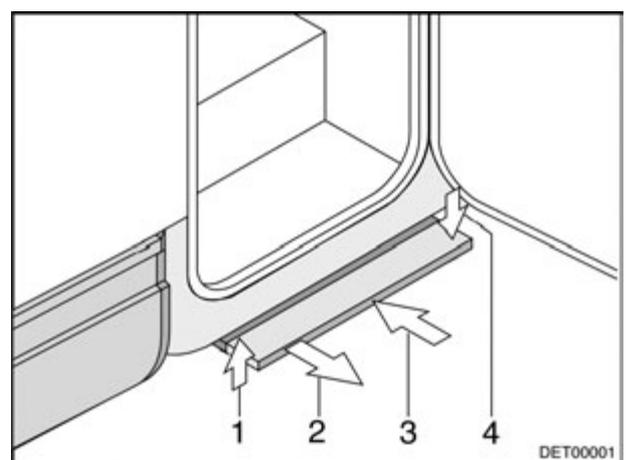

Fig. 1 Marchepied à commande mécanique
- Tirer la marche vers l'avant (Fig. 1,2), jusqu'à ce qu'elle s'enclenche.
- Soulever légèrement la marche (Fig. 1,1).
- Pousser la marche jusqu'à la butée sous le plancher du véhicule (Fig. 1,3) Veillez à ce que le verrouillage s'enclenche (Fig. 1,4) !